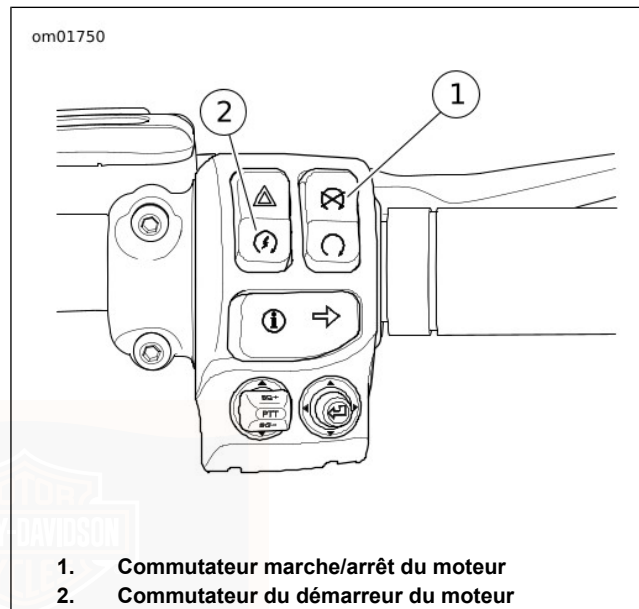

Figure 45. Commande de droite du guidon
1. Voir Figure 45. En présence d'un porte-clés du système de sécurité attribué, mettre le commutateur MARCHE/ARRÊT en position MARCHE. Ne pas pomper la commande des gaz.